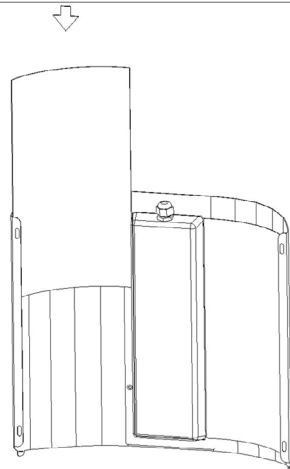

Fig.6
Deve ser efectuada uma limpeza geral do aparelho cada vez que o papel colante for substituído (Fig.6 e 8).
- Remover a película de protecção do papel colante e introduzi-lo no próprio alojamento dobrando-o levemente e evitando de grudá-lo na cobertura das lâmpadas, como mostra a Fig. 6.